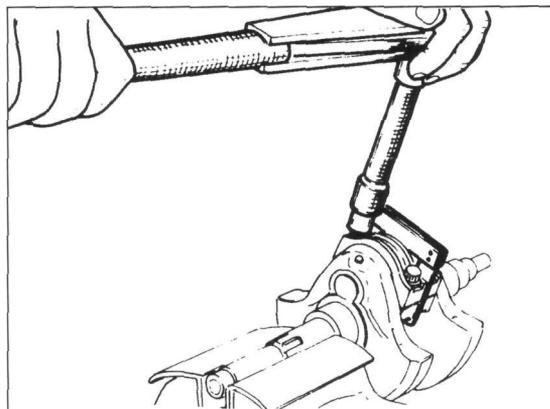

Bild 198
- Dabei mit DUCATI-Werkzeug 88765.1 000, erhältlich in drei Dicken (Bild 198; 0,1, 0,2 und 0,3 mm dick), Axialspiel der Pleuel auf Hubzapfen ausgleichen.